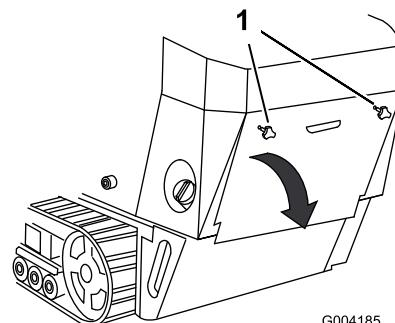

Figure 24
- Dévissez les 2 boutons de fixation du couvercle d'accès arrière à la machine (Figure 24).
- Basculez le couvercle d'accès arrière vers le bas et déposez-le pour accéder aux composants internes (Figure 24).